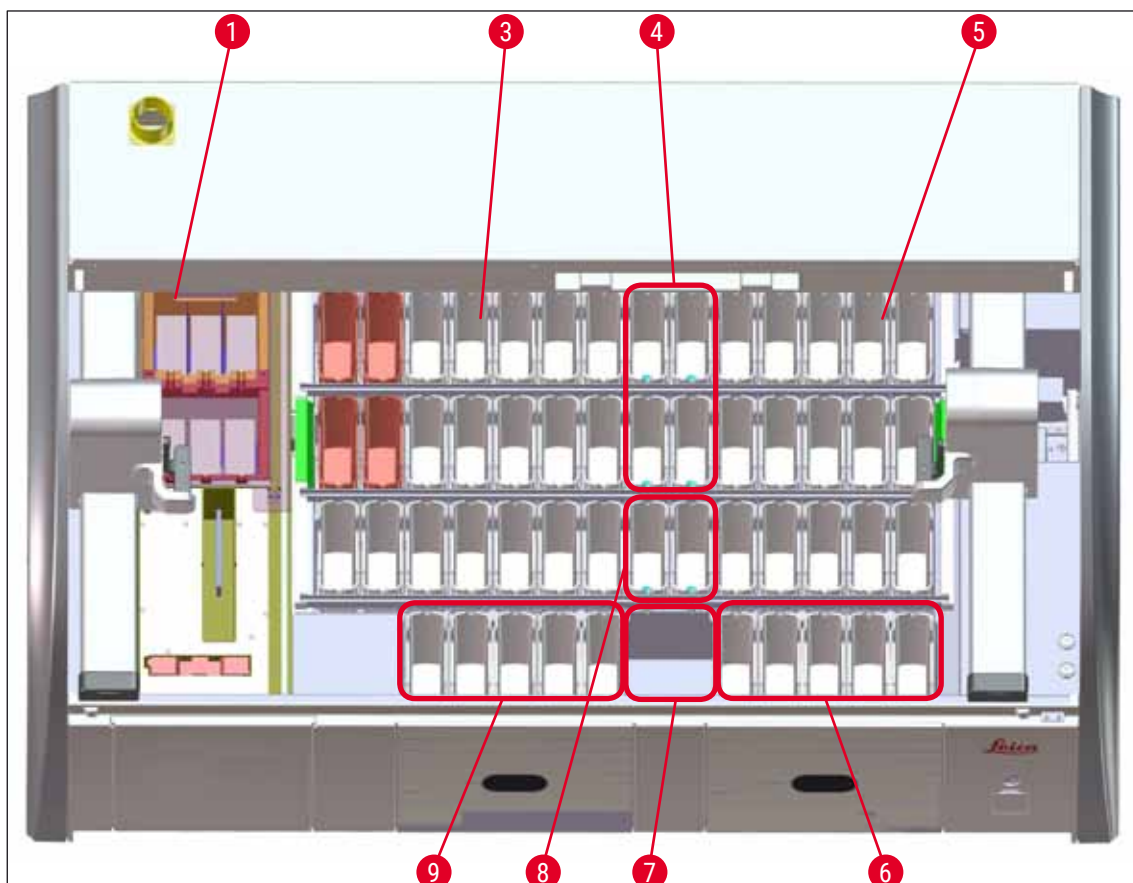

Fig. 64
- Le stazioni duplicate devono stare sullo stesso lato del campo cuvette (→ "Fig. 39") (→ "Fig. 64"), altrimenti non è possibile salvare l'adattamento del layout bagno.
- (→ "Fig. 64") offre una panoramica delle diverse stazioni presenti nel campo cuvette.